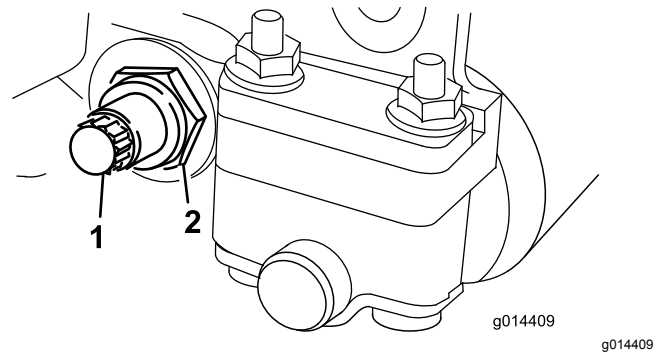

Figura 23
3. Desaperte a porca de bloqueio que segura a cavilha da barra de apoio, em cada um dos lados da máquina (Figura 23).
4. Remova cada uma das cavilhas da barra de apoio, de modo permitir puxá-la e retirá-la da máquina (Figura 23).